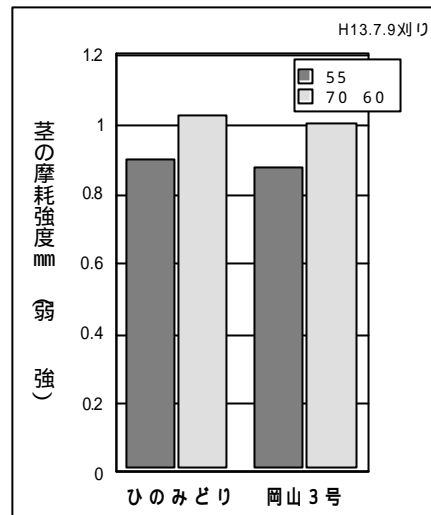

図2 乾燥温度とい茎の摩耗量
- 2) 一本のいぐさの摩耗に対する強度は、70より55が1割程度強くなる。(図2)